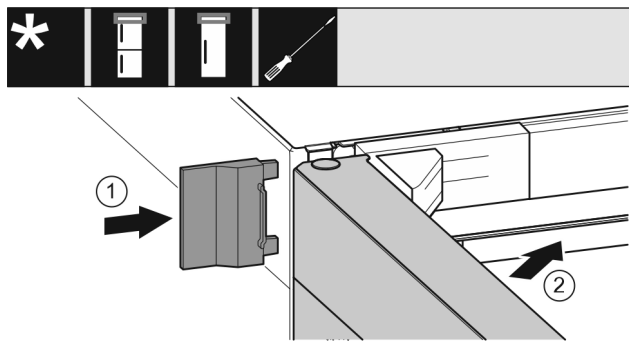

Fig. 24
- ▶ Natakните vanjski pokrov. Fig. 24 (1)
- ▶ Zatvorite gornja vrata. Fig. 24 (2)